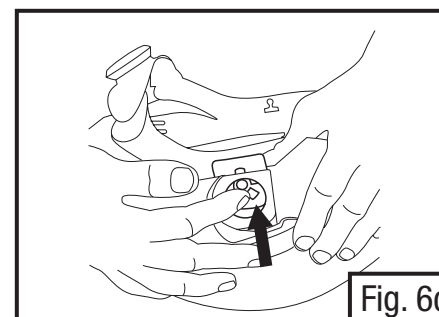

Fig. 6c
- o Si reemplaza el kit de pivote, empuje la placa posterior ligeramente fuera del armazón (hacia fuera del casco) y deslice fuera de la ranura en el armazón del casco para quitar. Si es necesario use una herramienta (Fig. 6c).